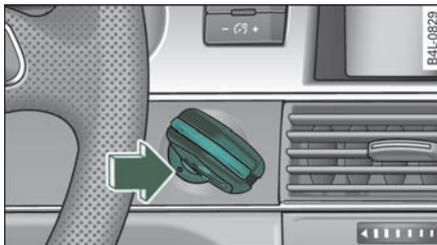

图 117 插着点火钥匙的点火开关
- 用一支圆珠笔和类似的物件压下并按住应急开锁按钮=>图 117。